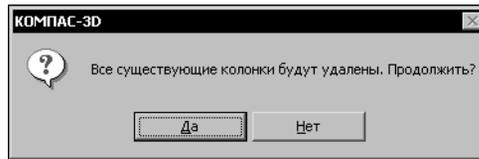

Рис. 22.4. Предупреждение об удалении прежнего набора колонок
3. В ответ на запрос системы (рис. 22.4) подтвердите удаление всех существующих колонок (нажмите кнопку **Да**). Если список колонок был пуст, подтверждение формирования нового списка колонок не потребуется.